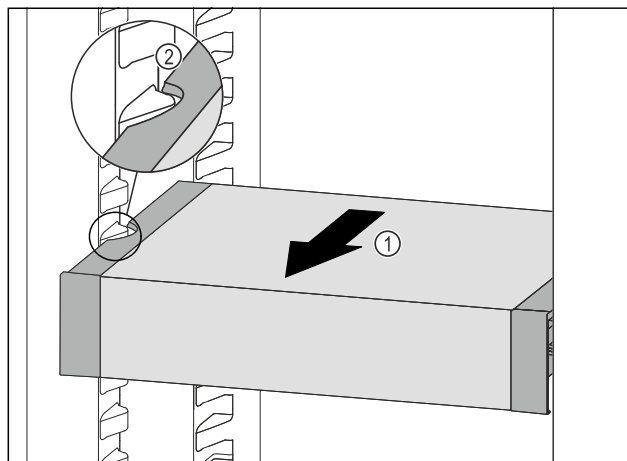

Fig. 188
- Ladicu VarioSafe vucite prema naprijed Fig. 188 (1) sve dok se bočni otvori ladice VarioSafe ne nađu na visini žlijeba spremnika u hladnjaku. Fig. 188 (2)